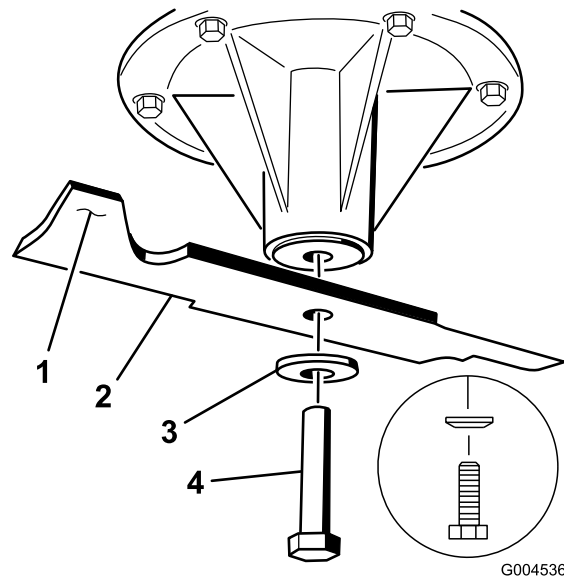

Figura 79
2. Retire del eje el perno de la cuchilla, la arandela curva y la cuchilla (Figura 79).
3. Si la cuchilla no está equilibrada, rebaje algo el metal en la parte de la vela solamente con una lima (Figura 79).